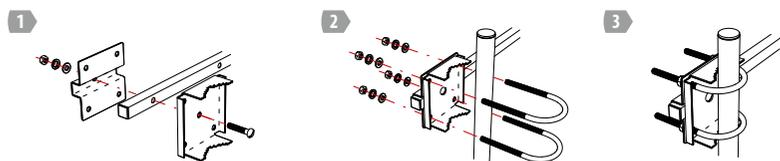

Рис.3 Узел крепления и установка на мачту (кронштейн)
6.6 Закрепите антенну на мачте с помощью U-образных скоб как показано на рис.3. Сориентируйте антенну на передающий центр и затяните гайки М6.